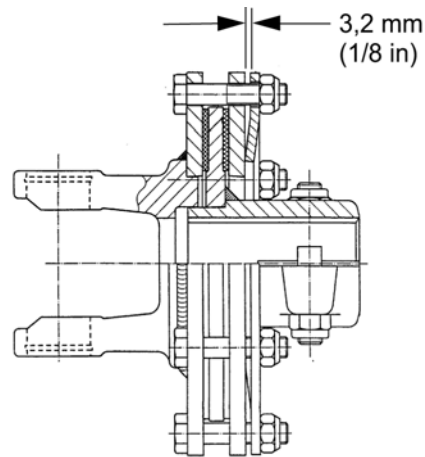

Figure 14. Assemblage de l'embrayage de sécurité
3. Marquez les disques externes de l'embrayage de sécurité à disque de glissement, comme indiqué sur la Figure 14.
3. Desserrez les six boulons de 10 mm (6) pour supprimer toutes les tensions exercées sur la plaque à ressort Belleville (5).
4. Tenez fermement le moyeu d'embrayage (3) et tournez l'arbre pour vous assurer que l'embrayage glisse.
5. S'il ne glisse pas librement, démontez et nettoyez les méplats de la plaque de butée (4), la chape à flasque (1), et le moyeu d'embrayage (3).
6. Remontez l'embrayage. Serrez le ressort Belleville (5) jusqu'à ce qu'il soit contre la plaque de butée (4) de l'embrayage, puis desserrez chacun des six écrous sur deux tours complets. L'écart entre le ressort Belleville et la plaque de butée doit être de 3,2 mm (1/8 in), comme illustré sur la Figure 14.
7. Si un embrayage continue à glisser quand le ressort est comprimé avec un écart de 3,2 mm (1/8 in), vérifiez que les disques de friction (2) ne sont pas trop usés. Les disques ont une épaisseur de 3,2 mm (1/8 in) quand ils sont neufs. Remplacez les disques au-delà de 1,6 mm (1/16 in) d'usure. L'épaisseur minimale d'un disque est de 1,6 mm (1/16 in).